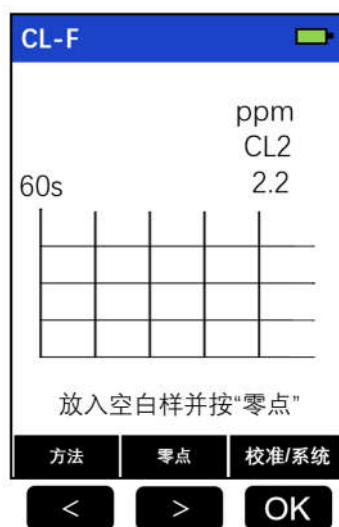
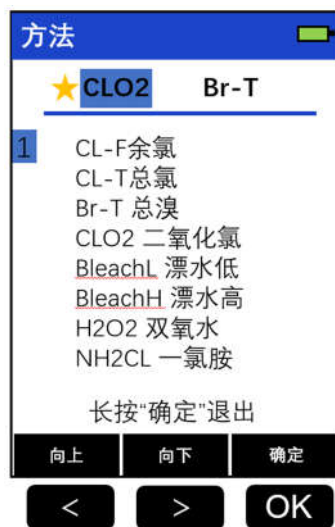

图 4：主页面
图 5：方法选择界面
如图 4 所示，在开启 SP-200 后，屏幕会显示最后一次选择的测量方法。按带颜色标记的键（<）启动比色方法选择页面。如图 5 所示，页面的第一行显示最常用的方法，该方法将用☆标记。
2. 长按 OK 键以返回主页面（图 4）。